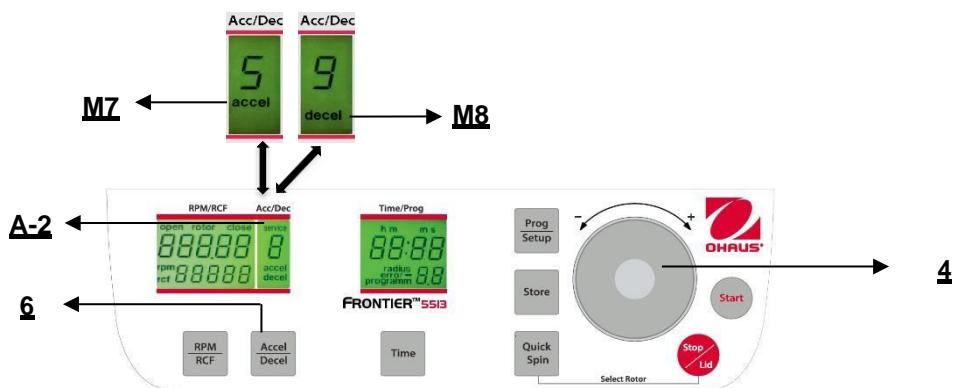

Figura. 15
Esta función se activa con el botón "Accel/Decel" (6) (vea la Figura 15).